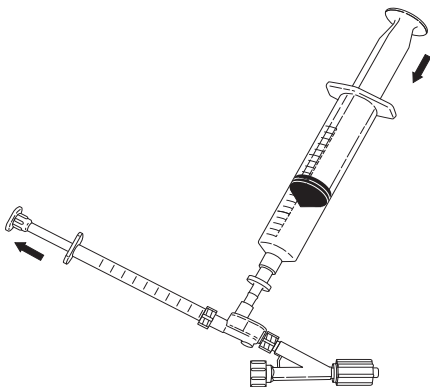

Fig. 4
6. Collegare una siringa da 1 ml alla porta di iniezione e aspirare 0,5 ml di soluzione. Staccare la siringa da 1 ml ed eliminare tutte le bolle d'aria dalla siringa. Lasciare una goccia di soluzione sulla porta di iniezione prima di ricollegare la siringa da 1 ml premendo leggermente la siringa da 20 ml per riempire la porta di iniezione. Ricollegare la siringa da 1 ml alla porta di iniezione. **(Fig. 4)**